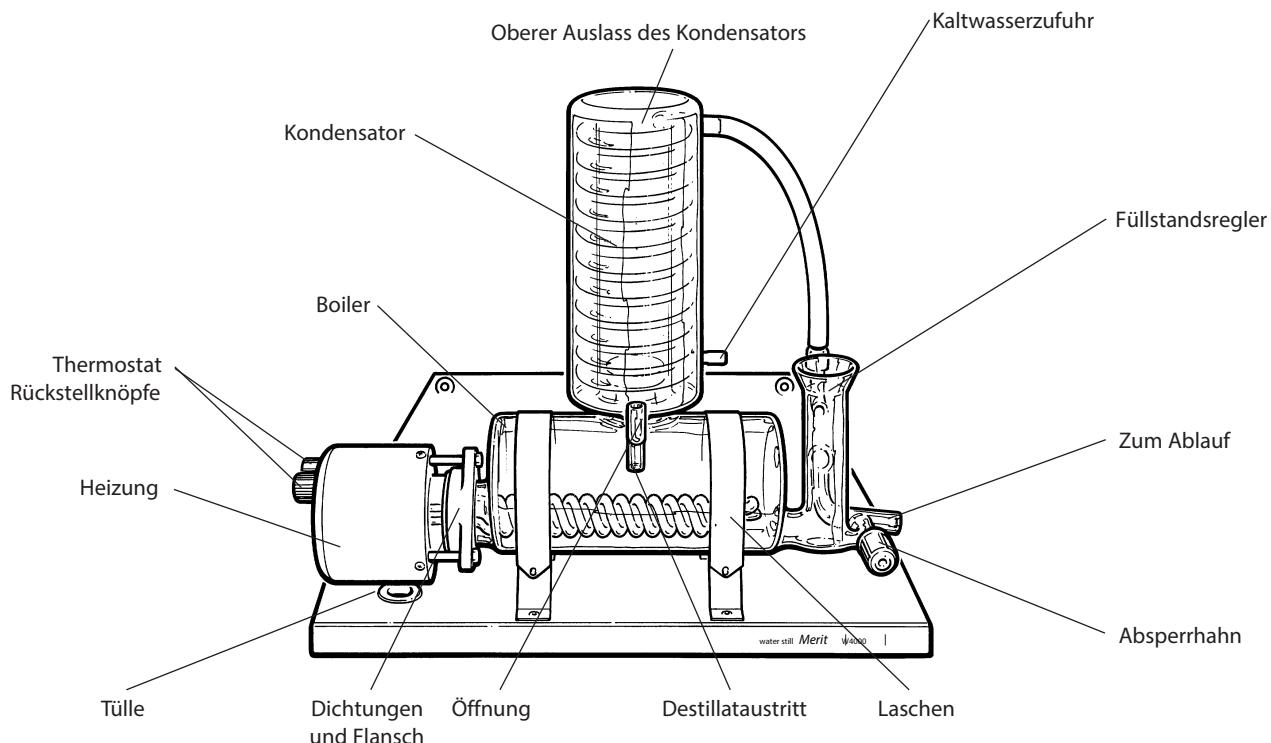

Abbildung 1 Allgemeiner Aufbau
- Nehmen Sie aus dem Schlauch-Set den 8 mm Kunststoffschlauch (225 mm Länge), der an beiden Ende einen Schraubverbinder aufweist. Schrauben Sie ein Schlauchende in den oberen Kondensatoraustritt und das andere Ende in das Glasgewinde am Füllstandsregler (siehe Abbildung 1). Bei korrekter Montage des Destillier-Apparats besitzt der Schlauch ausreichende Länge und muss nicht unter Zug montiert werden.